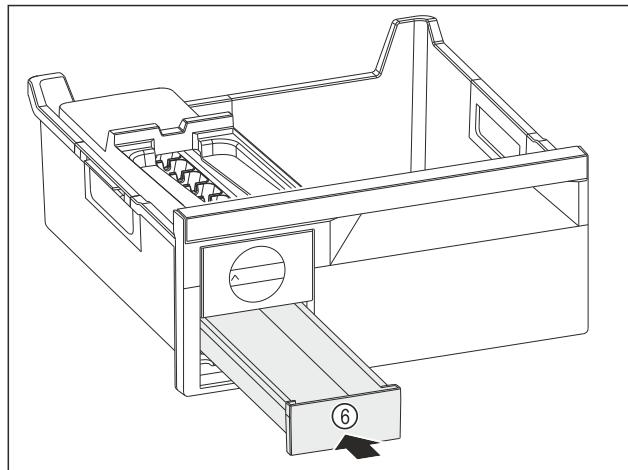

Fig. 94
- Вкарайте чекмеджето за ледени кубчета Fig. 94 (6).